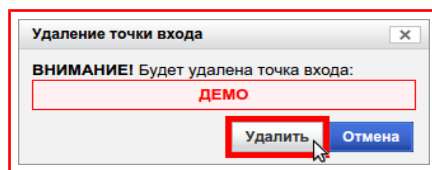

Рисунок 9.70 — Кнопка «Удалить»
- 4) Нажать на кнопку **«Удалить»**, рисунок 9.70.